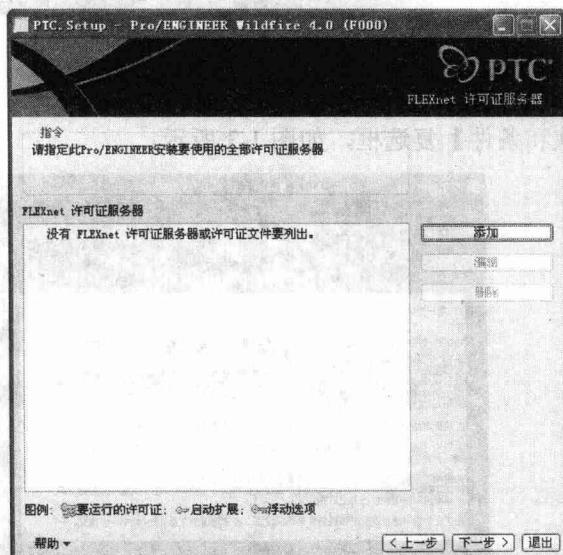

图 1-6 FLEXnet 许可证服务器界面（一）
(5) 单击**下一步 >**按钮进入 FLEXnet 许可证服务器界面，如图 1-6 所示。